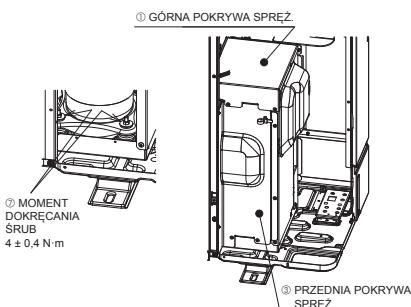

Fig. 4-2
- Po zdemontowaniu części ustalających SPREŻ. należy dokręcić nakrętki i z powrotem założyć GÓRNĄ POKRYWĘ SPREŻ. oraz PRZEDNIA POKRYWĘ SPREŻ. (Fig. 4-2)